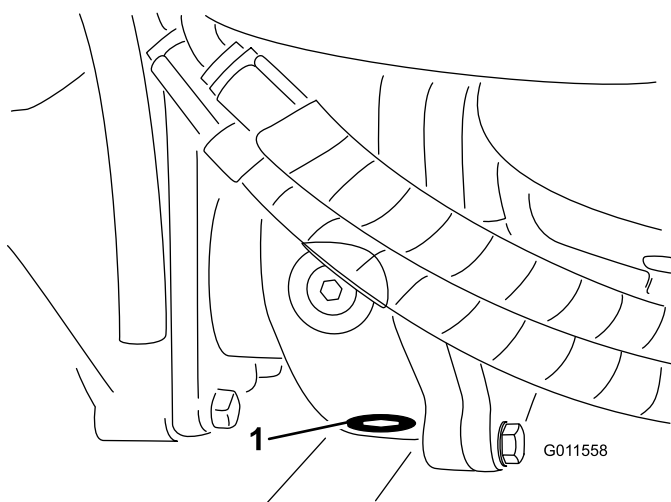

Figura 63
5. Pulite l'area circostante il tappo di spurgo sul fondo della scatola degli ingranaggi (Figura 63).